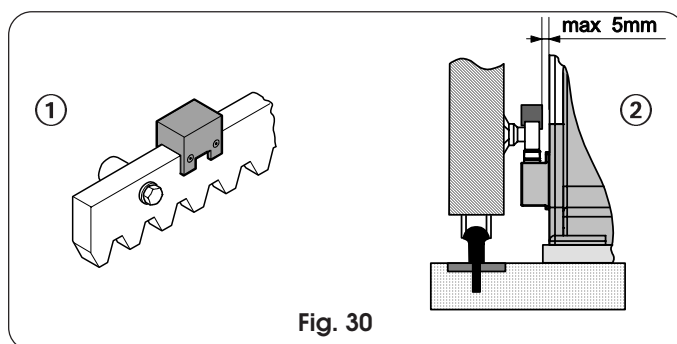

Fig. 30
- Posizionare i magneti sulla cremagliera come indicato in Fig. 30 Rif. ①. Verificare che la distanza fra il magnete e il corpo dell'operatore sia al max. 5mm (Fig. 30 Rif. ②).